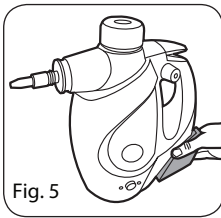

Fig. 5
1. Presione el pestillo en el lateral del tanque de solución de limpieza y aflójelo (Fig. 5).